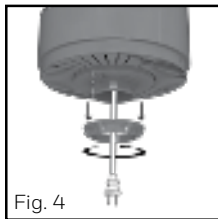

Fig. 4
- En la base de la carcasa, retire la tuerca de fijación y apártela (Fig. 4).